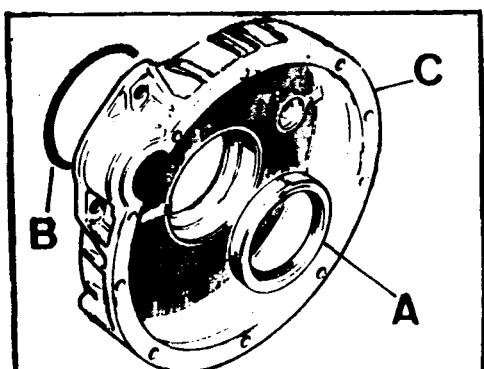
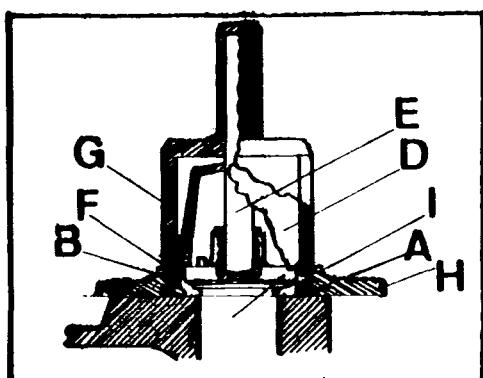

Fig. A1-99 Retén trasero del cigüeñal y anillo tórico
Fig. A1-100 Montaje del retén trasero del cigüeñal
- 1.5. Desmontar el retén, A (Fig. A1-99) y el anillo, B.
- 2.2. Instalar el anillo tórico, B (Fig. A1-99) sobre la canal de la cara de apoyo del cárter del volante, C, aplicando a éste una capa de grasa con base de litio tipo fluida y asegurarse de que dicho anillo sobresale del plano de la cara de apoyo del cárter (ver detalle, A, Fig. A1-100).
- 2.4. Limpiar perfectamente el alojamiento del retén trasero, B (Fig. A1-100) y el muñón del cigüeñal, C.
- 2.5. Situar el mandril, 193651, D (Fig. A1-100) sobre el muñón del cigüeñal, C, y asegurar su posición introduciendo la guía del útil, 193669, E (Fig. A1-100) en el casquillo del cigüeñal. Aplicar una capa de MOLYKOTE-A al 25% en aceite SAE-20, sobre la superficie de roce del muñón, C, con el retén y sobre el diámetro exterior del mandril, D.
- 2.6. Introducir sobre el mandril un retén nuevo, ref. UKC 0467, F (Fig. A1-100) el cual habrá estado dos horas sumergido en aceite SAE-20. Instalar sobre la guía, E, el introductor, G, 193669, y empujar con éste al retén, hasta que inicie su entrada en el cárter, H.
- 2.7. Empleando una maza de plástico, se botará el introductor hasta que la cara posterior del retén quede al ras con la cara, I, del cárter (Fig. A1-100). En el transcurso de esta operación, se observará que el retén entra perpendicular y que no sufre ningún deterioro.
- NOTA: Si el muñón del cigüeñal, C (Fig. A1-100) presentara algún desgaste, se desplazará el retén hacia adentro, hasta conseguir que el labio de obturación de éste, no haga contacto con dicho desgaste.